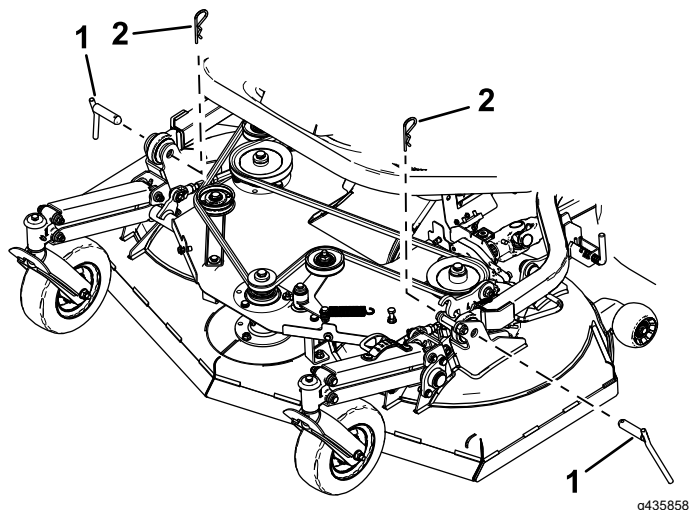

Figure 93
10. Retirez les 2 goupilles fendues et les 2 axes de chape qui fixent les bras de levage de chaque côté de l'unité de coupe (Figure 93).
5. Mettez en place la goupille fendue et l'axe de chape pour fixer les bras levage de chaque côté ; voir Figure 93.